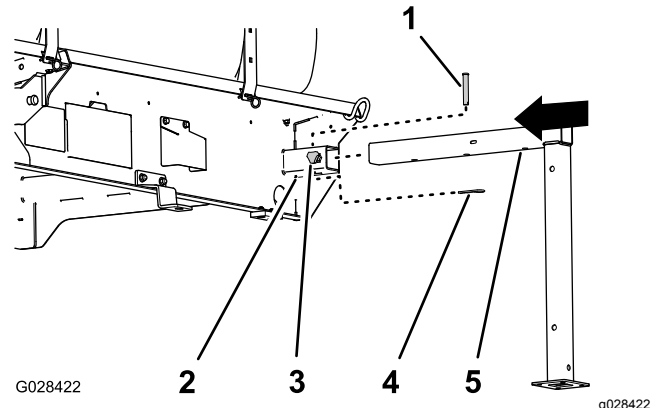

Bild 130
1. Fluchten Sie den vorderen Stützbock mit der Stützbockaufnahme vorne am Behälter aus (Bild 130)
2. Setzen Sie den Stützbock in die Aufnahme, bis das mittlere Loch im horizontalen Stützbockrohr mit dem Loch oben an der Aufnahme ausgefluchtet ist (Bild 130).
4. Schrauben Sie ein Sperrhandrad in die Aufnahme und ziehen Sie es handfest an (Bild 130).